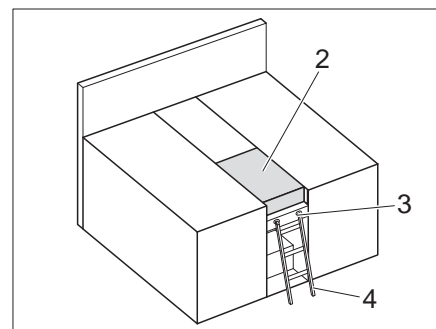

Bild 133 Doppelbett
- Zusatzpolster (Bild 133,2) auflegen.
Aufstiegsleiter Zum Besteigen des oberen Betts die serienmäßig beigelegte Aufstiegsleiter (Bild 133,4) benutzen.
- Die Aufstiegsleiter (Bild 133,4) mit den Holmen in die Halterung (Bild 133,3) an der Blende eingehängen.